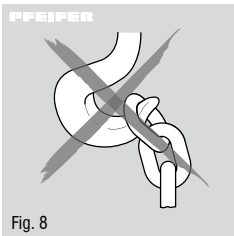

Fig. 8
- Ne pas accrocher la charge sur la pointe du crochet (Fig. 8).
En tirant sur la chaîne manuelle dans le sens des aiguilles d'une montre, la charge se soulève. Toujours accrocher la charge au milieu du crochet. Ne pas accrocher la charge sur la pointe du crochet (Fig. 8).